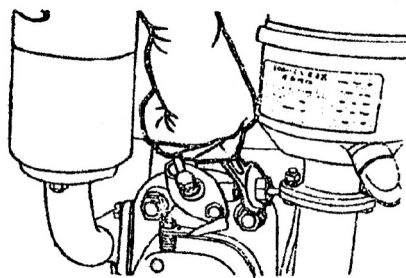

рис.4
1. Терміново пересуньте важіль декомпресії, щоб почав працювати декомпресійний прилад (Рис. 4).